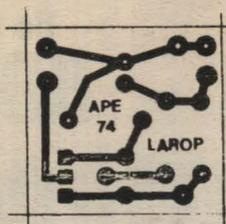

Fig. 3
- FIG. 3 - LAY OUT DO CIRCUITO IMPRESSO ESPECÍFICO - Como a quantidade de componentes é mínima, o impresso específico pode ser confeccionado sobre uma plaquetinha *minusculeba*, uma *caquinha* com cerca de 2,5 cm. de lado... A figura mostra a face cobreada da placa, já com trilhas e ilhas demarcadas (em **preto**), tamanho natural, podendo ser diretamente *carbonada* sobre a face metalizada de um fenolite *virgem* nas indicadas dimensões... Como não há